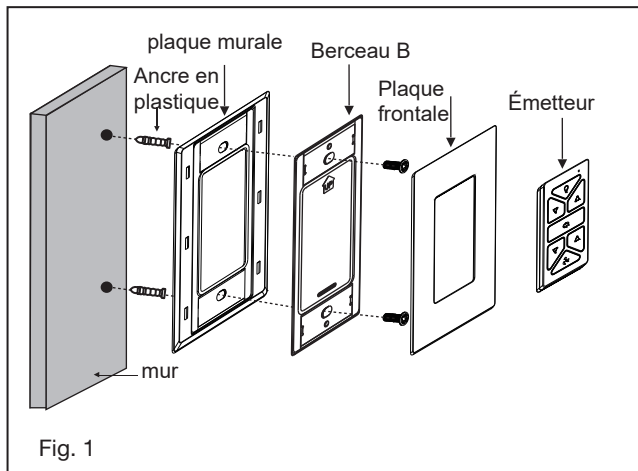

Fig. 1
- 1 Tout en maintenant l'ensemble LED sous votre ventilateur, effectuez les connexions des fiches polarisées : (Fig. 1)
- 2 Positionnez les encoches sur le bord extérieur de l'ensemble LED de manière à ce qu'elles correspondent aux languettes à l'intérieur du rebord du moyeu de montage. Soulevez délicatement l'ensemble LED à l'intérieur du moyeu de montage et fixez-le au ventilateur en tournant l'ensemble LED dans le sens des aiguilles d'une montre jusqu'à ce qu'il soit bien ajusté. (Fig. 1)
- 1 Sélectionnez un emplacement souhaité. Utilisez la plaque murale pour marquer l'emplacement des trous de montage. Des chevilles murales en plastique ou des vis de montage sont nécessaires pour cette application. (Fig. 1)